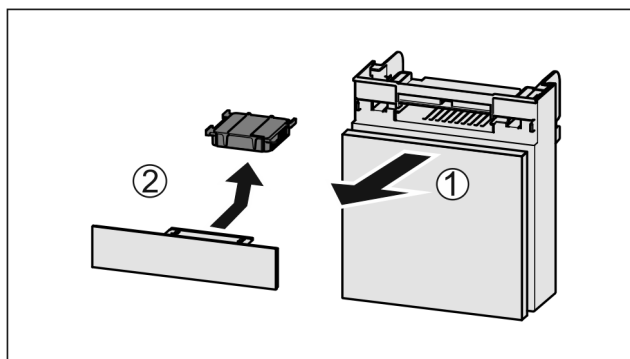

Fig. 45
- ▶ Wyciągnąć Fig. 45 (1) komorę do przodu.
- ▶ Wyjąć Fig. 45 (2) filtr z węglem aktywowanym.